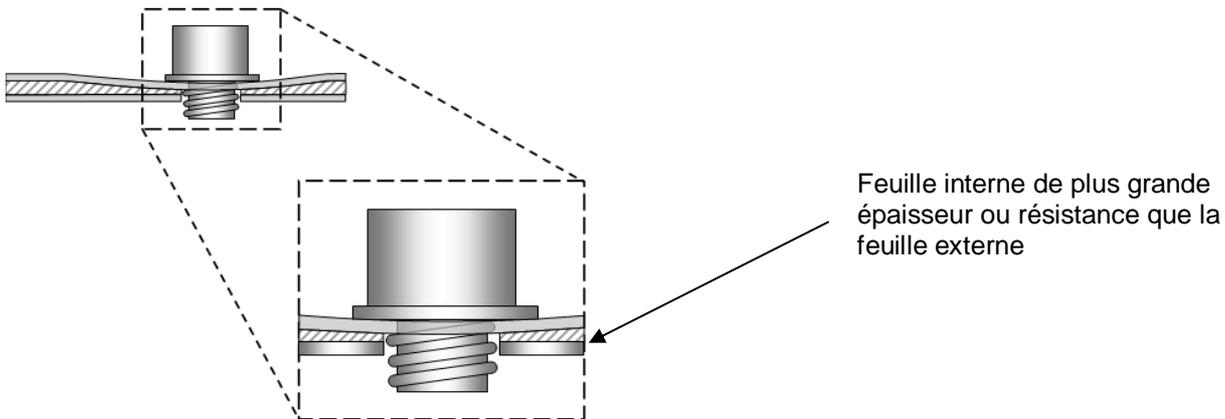
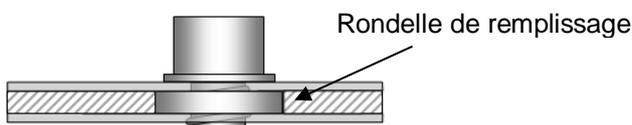
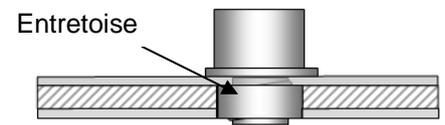

Fig. 12
Fig.13
Fig.14
De plus, si en correspondance avec les trous il y a une double tôle interne avec un écart excessif, afin d'éviter la déformation dangereuse de la tôle qui se manifeste par le retrait de la tôle externe de la porte et la bosse visible qui en résulte (fig. 12), dans le cas où une autre position du cadenas n'est pas possible (où il n'y a pas de doubles feuilles) et dans le cas où la feuille interne ne peut pas être séparée en la pliant, il est recommandé d'utiliser l'une des deux solutions représentées ci-dessous pour fixer les goupilles : (A) rondelle d'épaisseur (non fournie) appliquée de l'intérieur et positionnée entre les deux tôles (fig. 13) ou (B) entretoise (non fournie) appliquée de l'extérieur dans un chambrage pratiqué dans la tôle. Le chambrage doit avoir un diamètre qui ne dépasse pas l'encombrement maximum de la virole, afin de pouvoir masquer le trou de chambrage (fig. 14).